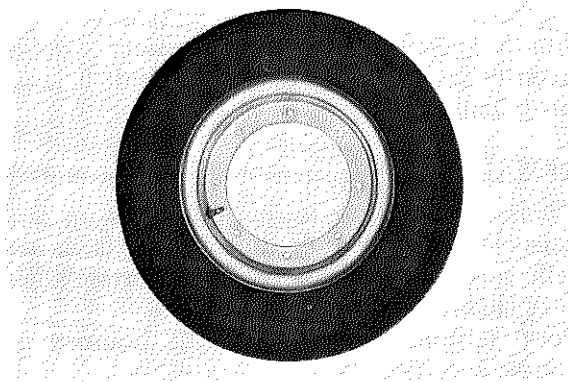

Fig. 5-4-1
3. Remove the eight bolts from the wheel panels, and they can be separated. Now the tire and tube can be removed easily. (Fig. 5-4-1)
3. Enlever les huit boulons de la jante, et séparer les deux moitiés de la jante. On peut alors enlever facilement le pneu et la chambre à air. (Fig. 5-4-1)
3. Nun die acht Befestigungsschrauben der Felgenhälften lösen und die beiden Felgenhälften abnehmen. Reifen und Schlauch können nun einfach entfernt werden. (Fig. 5-4-1).